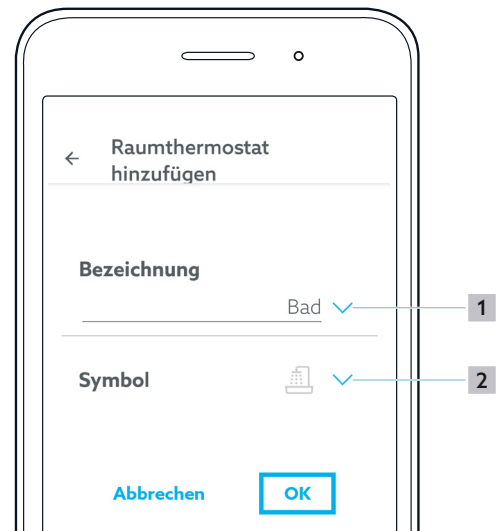

Рис. 12: Стартовый экран приложения ClimaCon F
Нажав на стрелку (поз. 1 на рис. 12 на стр. 16), вы можете выбрать название из заданного списка.
- 6 Выберите подходящий символ из списка (поз. 2 на рис. 12 на стр. 16).